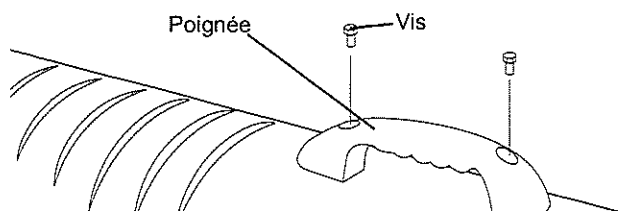

Figure 6. Assemblage de la poignée des modèles TCA 13 / 20
1. Aligner les trous dans le logement supérieur avec les 2 trous de montage sur la poignée, comme indiqué à la Figure 6.